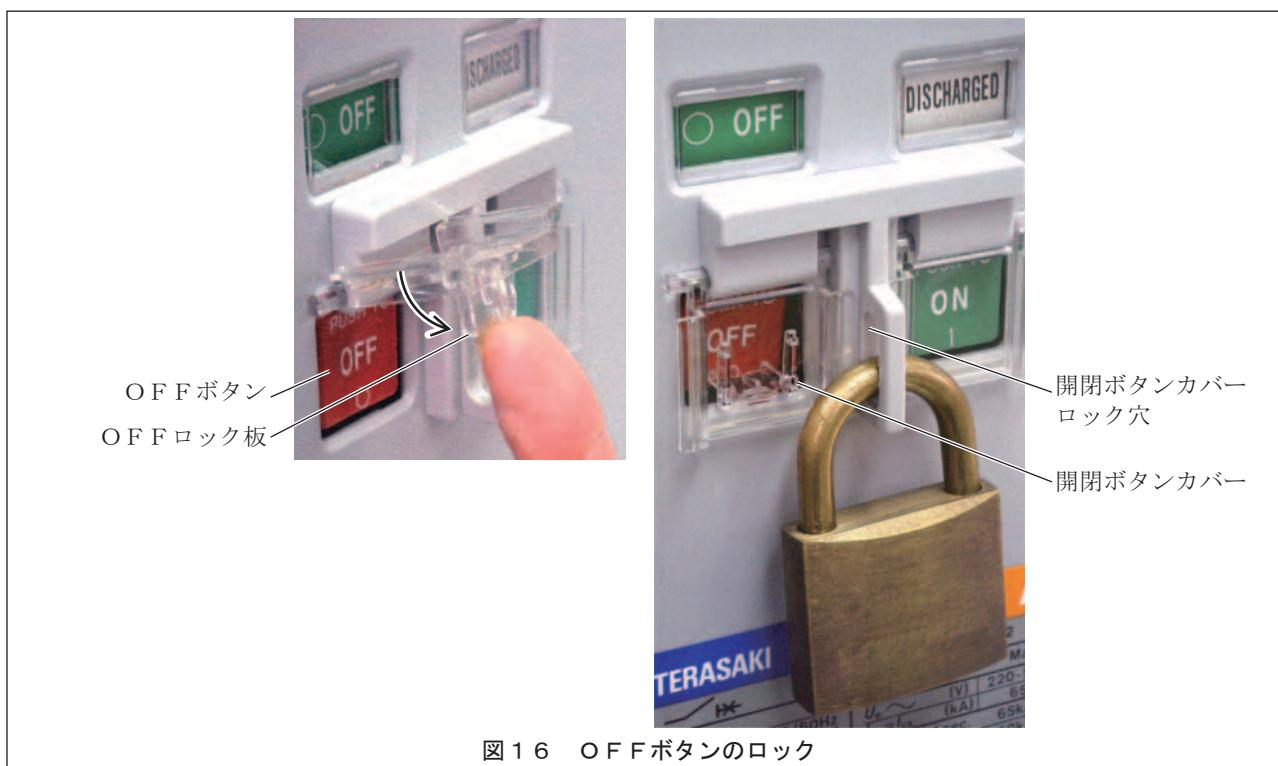

図16 OFFボタンのロック
- 1) 図16に示すOFFボタン側の開閉ボタンカバーを開きます。